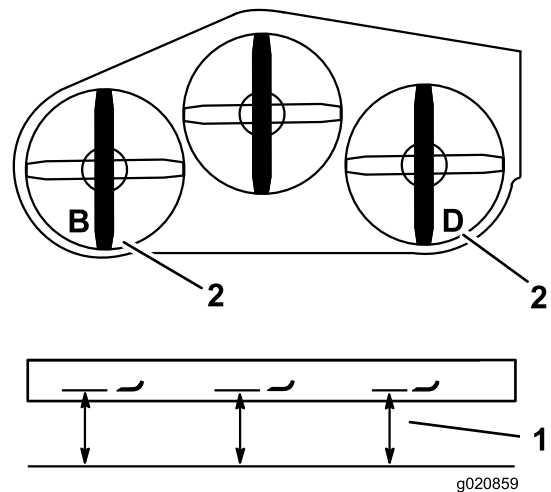

Bild 84
- Messen Sie das linke Messer an der Stelle **B** von einer ebenen Oberfläche bis zur Schnittkante der Messerspitze und notieren Sie den Wert (Bild 84).
- Messen Sie das rechte Messer an der Stelle **D** von einer ebenen Oberfläche bis zur Schnittkante der Messerspitze und notieren Sie den Wert (Bild 84).
Hinweis: Der Wert an der Stelle **B** darf sich höchstens 3 mm vom Wert an Stelle **D** unterscheiden (Bild 84). Sollte die Einstellung nicht richtig sein, machen Sie mit den folgenden Schritten weiter.